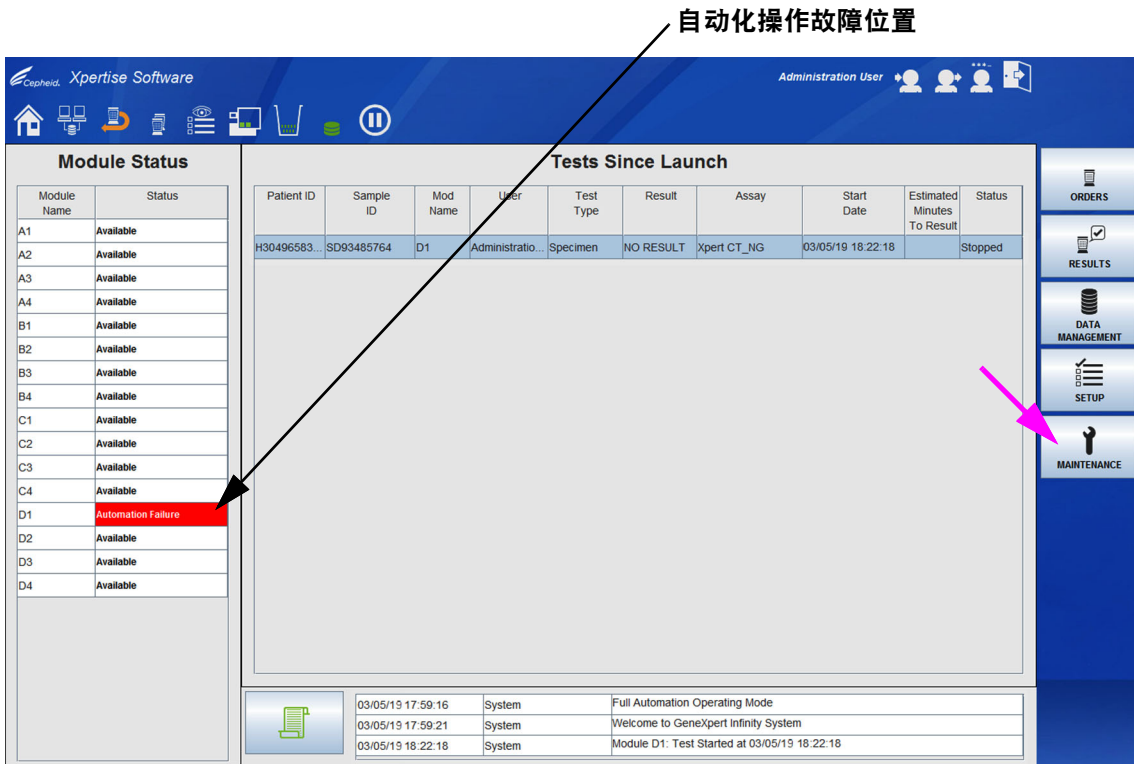
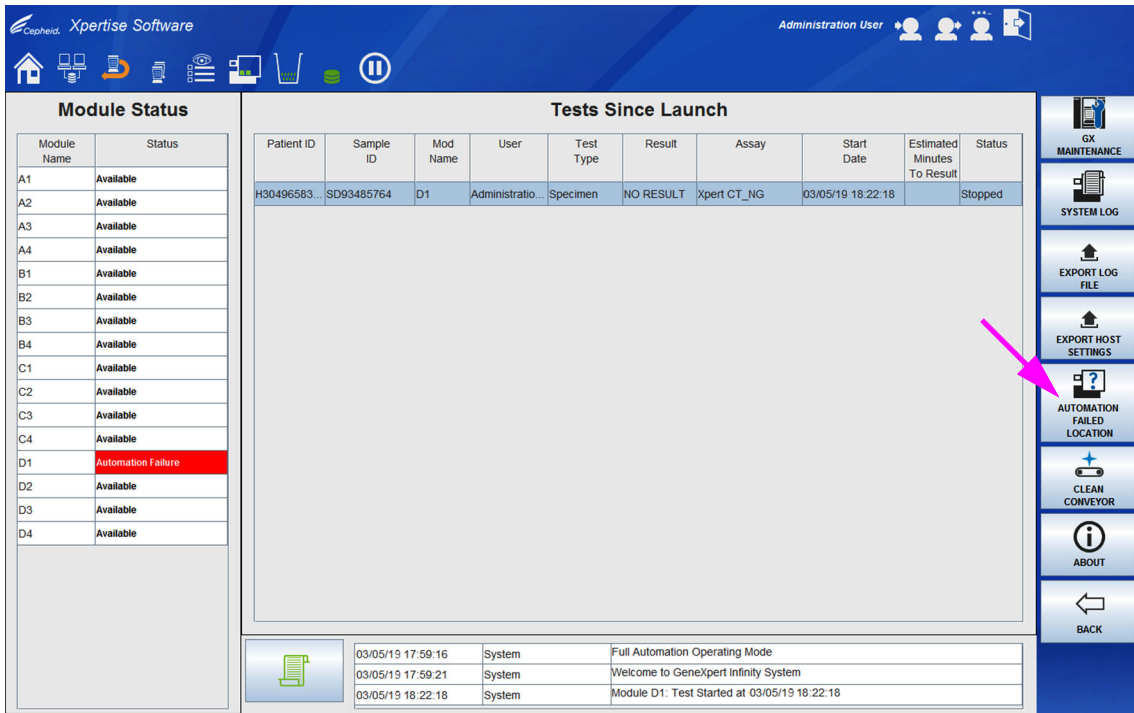
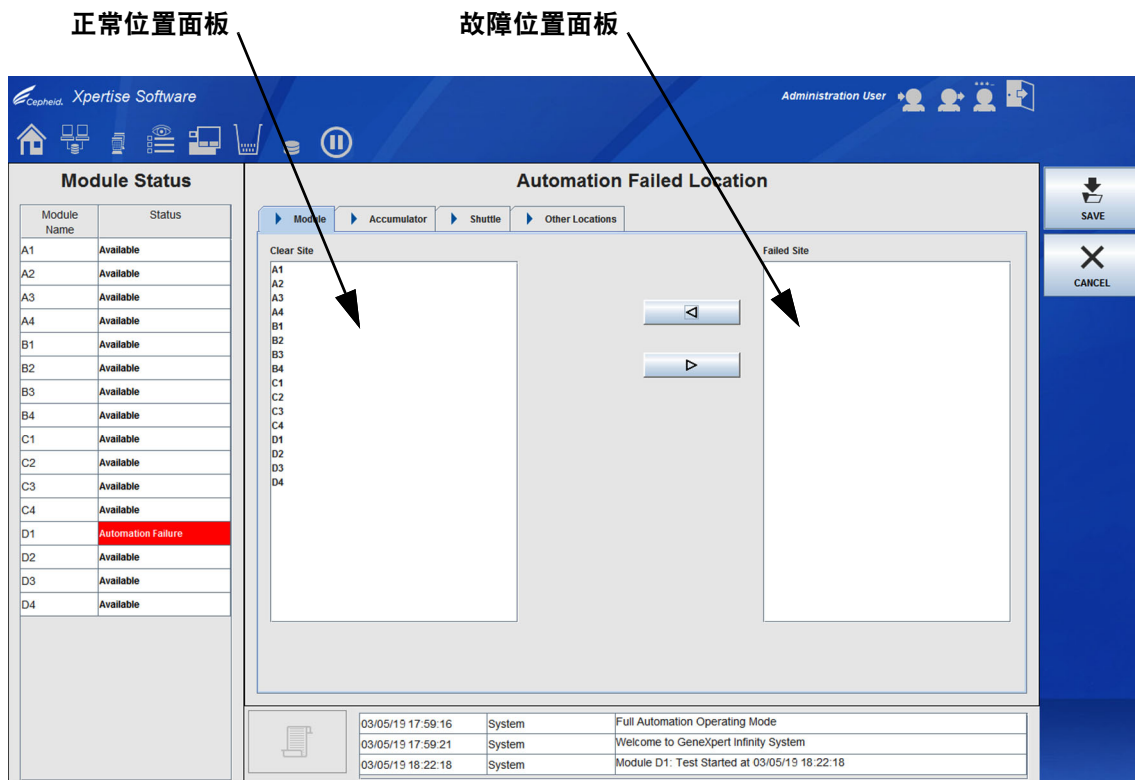

图 9-85. Xpertise 软件主页工作区 – 管理级登录
图 9-86. 维护菜单 – 管理员级登录
图 9-87. 显示面板的自动化操作故障位置 (Automation Failed Location) 工作区
1. 以管理员级别登录到系统。请参见图 9-85。指示自动化操作故障位置的模块将显示。
2. 在 Xpertise 软件主页工作区，选择**维护 (MAINTENANCE)** 按钮（请参见图 9-85）。显示维护菜单。请参见图 9-86。
3. 选择**自动化操作故障位置 (AUTOMATION FAILED LOCATION)** 按钮（请参见图 9-86）。显示自动化操作故障位置 (Automation Failed Location) 工作区。请参见图 9-87。
每个选项卡显示两个面板，有箭头按钮可以将选中项目从一个面板移到另一个面板。请参见图 9-87。每个面板都能让用户选择单个或多个项目。
9. 取出检测盒后，返回自动化操作故障位置 (Automation Failed Location) 工作区（请参见图 9-87）并重复步骤 1至步骤 5，选择**空置 (EMPTY)**。